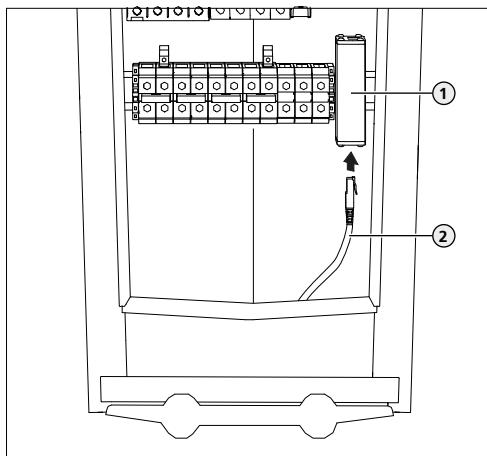

Abb. 17: Anschluss Ethernet
- ➔ "Abb. 17: Anschluss Ethernet"